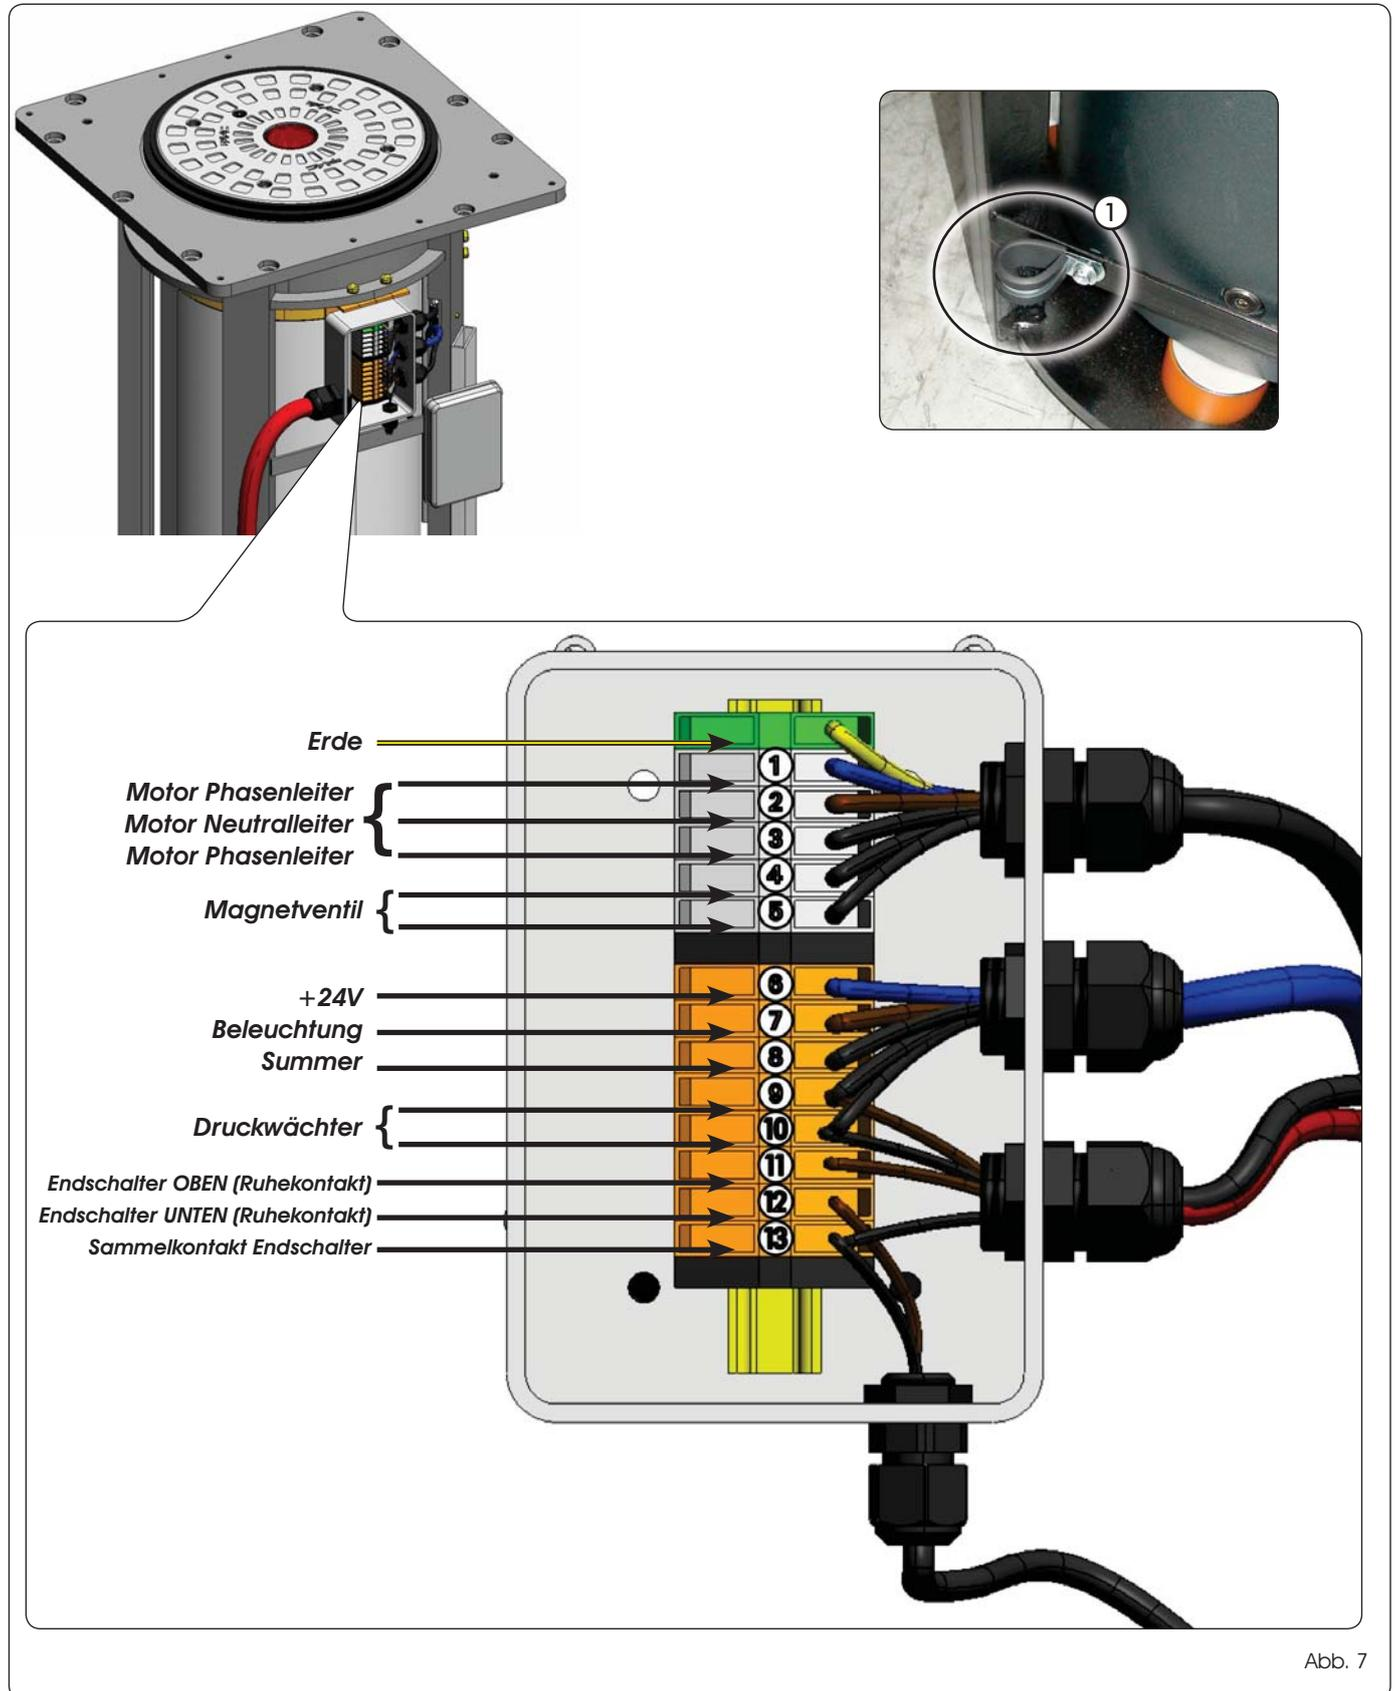

Abb. 7
Für den Anschluss des Pollers an die Steuereinheit ein mehrpoliges Kabel Typ **FG7OR-0,6/1kV-16G1,5 (16 Kabel zu 1,5 mm2) mit einer Länge von maximal 50 m** verwenden. Dieses Kabel muss in einer Ummantelung  $\varnothing$  45 mm verlegt werden, die an der entsprechenden Kabelschelle im unteren Teil des Rahmens (Abb. 7, Bez. ①) befestigt werden und aus dem Einfahrtschacht um 1,2 m (Version H 600) bzw. 1,6 m (Version H 800) heraustreten muss.